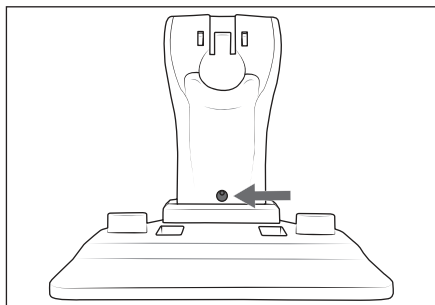

Abb. 1
① Hinweis
- Für einen stabilen Stand der Ladestation ②② können Sie diese an einer Wand befestigen. Verwenden Sie dazu das im Lieferumfang enthaltene Montagematerial (Schraube und Dübel). Achten Sie dabei darauf, dass sich eine Netzsteckdose in erreichbarer Nähe befindet.
- 1) Benutzen Sie die Öffnung in der Gerätehalterung ②① zum Anzeichnen des Bohrlochs an der Wand (Abb. 1).
- 3) Stecken Sie den Hohlstecker ⑮ des Netzteils ⑬ in die Ladebuchse ②① an der Unterseite der Ladestation ②②. Führen Sie das Kabel des Netzteils ⑬ durch eine der seitlichen Aussparungen an der Rückseite der Ladestation ②②, je nachdem an welcher Seite die Netzsteckdose liegt.
- 4) Setzen Sie die Schraube in die Öffnung in der Gerätehalterung ②① (Abb. 1) und schrauben Sie diese mit einem Kreuzschlitzschraubendreher in den Dübel.
- 3) Stecken Sie die Schraube 12 wieder in die Schrauböffnung hinten am Stiel 11. Ziehen Sie die Schraube 12 mit einem Kreuzschlitzschraubendreher im Uhrzeigersinn fest (Abb. 1).